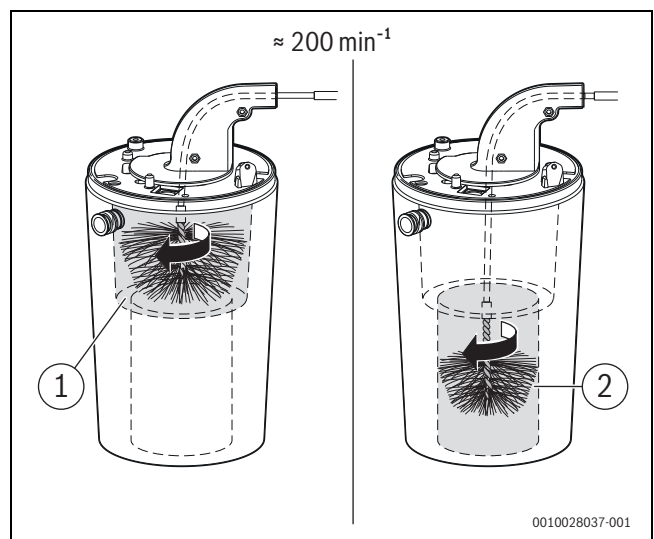

Bild 66 Wärmeblock reinigen (ca. 200 min-1, nur Rechtslauf)
- ▶ Mit kleiner Bürste für den unteren Bereich wiederholen (→ Bild 66, [2]).